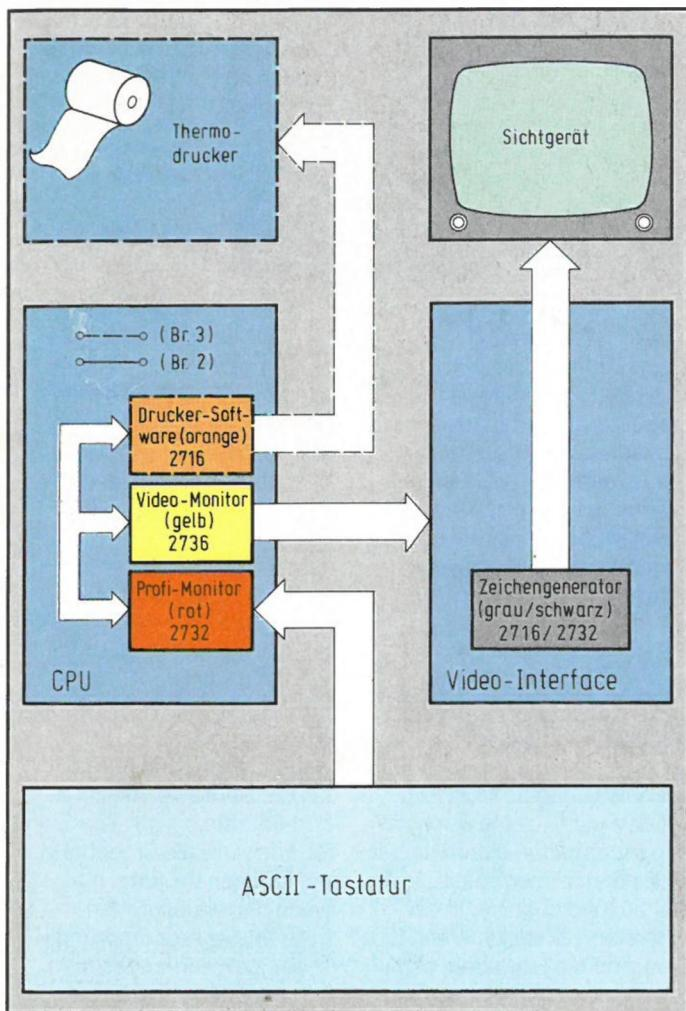

Bild 93: Mit den verschiedenen EPROMs läßt sich die Leistungsfähigkeit des Systems der jeweiligen Ausbaustufe anpassen.
**Bild 93:** Auf dem Steckplatz #0 der CPU befindet sich der (rote) Profi-Monitor im 2732-EPROM, das den Adreßbereich ab 0000 belegt; nach jedem Rücksetzen (und nach dem Einschalten) beginnt MOPPEL seine Arbeit folglich mit dem in diesem EPROM abgespeicherten Programm. Dort steht ziemlich zu Anfang die intelligente Frage, die der Mops stumpfsinnig nach je-